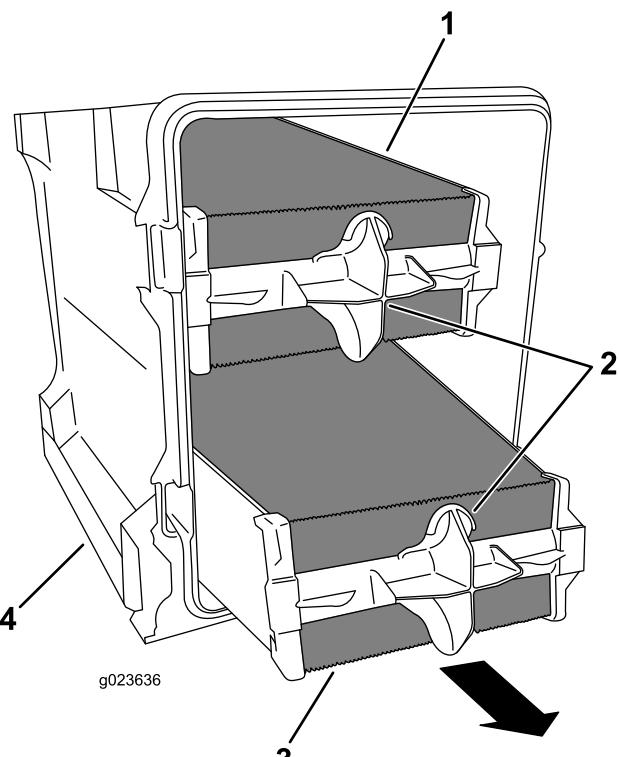

Figura 86
- Usando los tiradores de los filtros de aire, retire el filtro primario de la tapa del limpiador de aire (Figura 86).